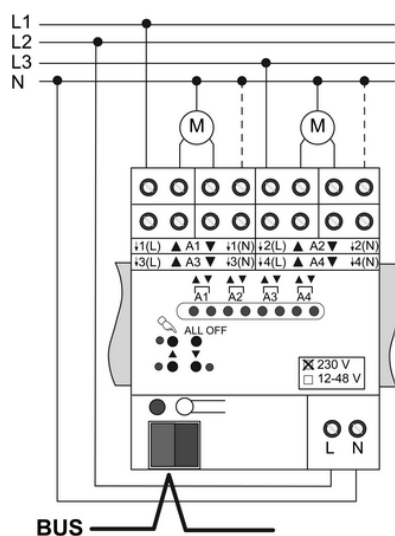

Figura 5
- Conectar el cable de bus con terminal de conexión (figura 5).
- Conectar la alimentación de red (figura 5).
- i** Las conexiones del conductor N (14) sólo sirven para el reconocimiento del tiempo de desplazamiento y no ofrece ningún potencial N.